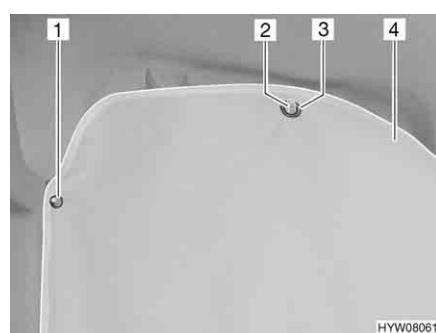

Fig. 15 Oscurante cabina di guida
Chiusura: ■ Fissare l'oscurante (Fig. 15,4) con i bottoni automatici (Fig. 15,1).
■ Agganciare gli occhielli (Fig. 15,3) a sinistra e a destra nei ganci per gli abiti (Fig. 15,2) delle impugnature.
Apertura: ■ Sganciare gli occhielli (Fig. 15,3) a sinistra e a destra dai ganci per gli abiti (Fig. 15,2) delle impugnature.
■ Sganciare e riporre l'oscurante (Fig. 15,4).